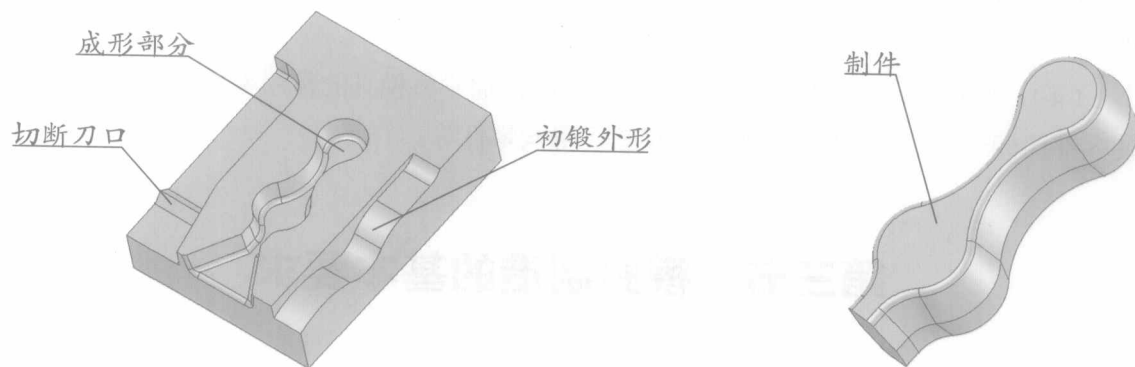

图1-13 锻模下模的结构形式
3) 锻模 若模具成形过程为:将金属坯料加热到一定温度,然后放到固定在锻锤上的锻模内施加压力,将坯料锻成一定形状的锻件。则这一过程使用的模具称为锻模。图1-13所示为锻模下模示意图。